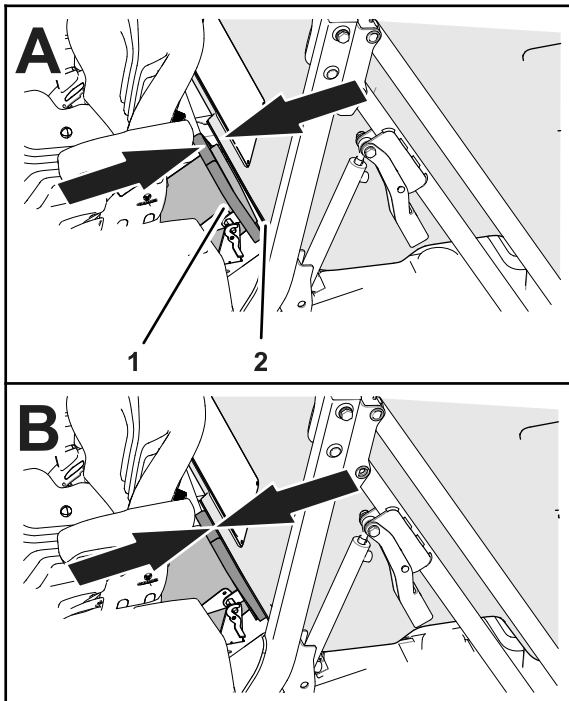

Figure 110
3. Poussez la trémie en avant ou en arrière jusqu'à ce qu'elle soit en face du joint de la goulotte (Figure 110).